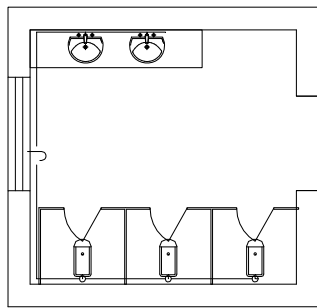

图 3-2 给水平面图
① 按 Ctrl+O 组合键，打开配套光盘提供的“第 3 章/3.1 系统生成.dwg”素材文件，结果如图 3-2 所示。